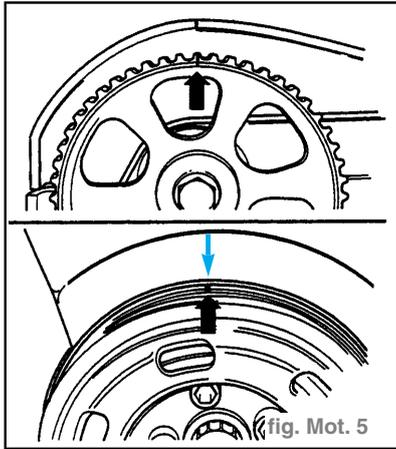

fig. Mot. 5
- Amener le pignon d'arbre à cames sur le repère de PMH du cylindre **1** en faisant tourner le vilebrequin. Le repère sur le pignon d'arbre à cames doit coïncider avec le repère sur le couvre-culasse. (fig. Mot. 5)
- Faire coïncider le repère se trouvant sur le pignon d'arbre à cames avec le repère sur le couvre-culasse. (fig. Mot. 5)